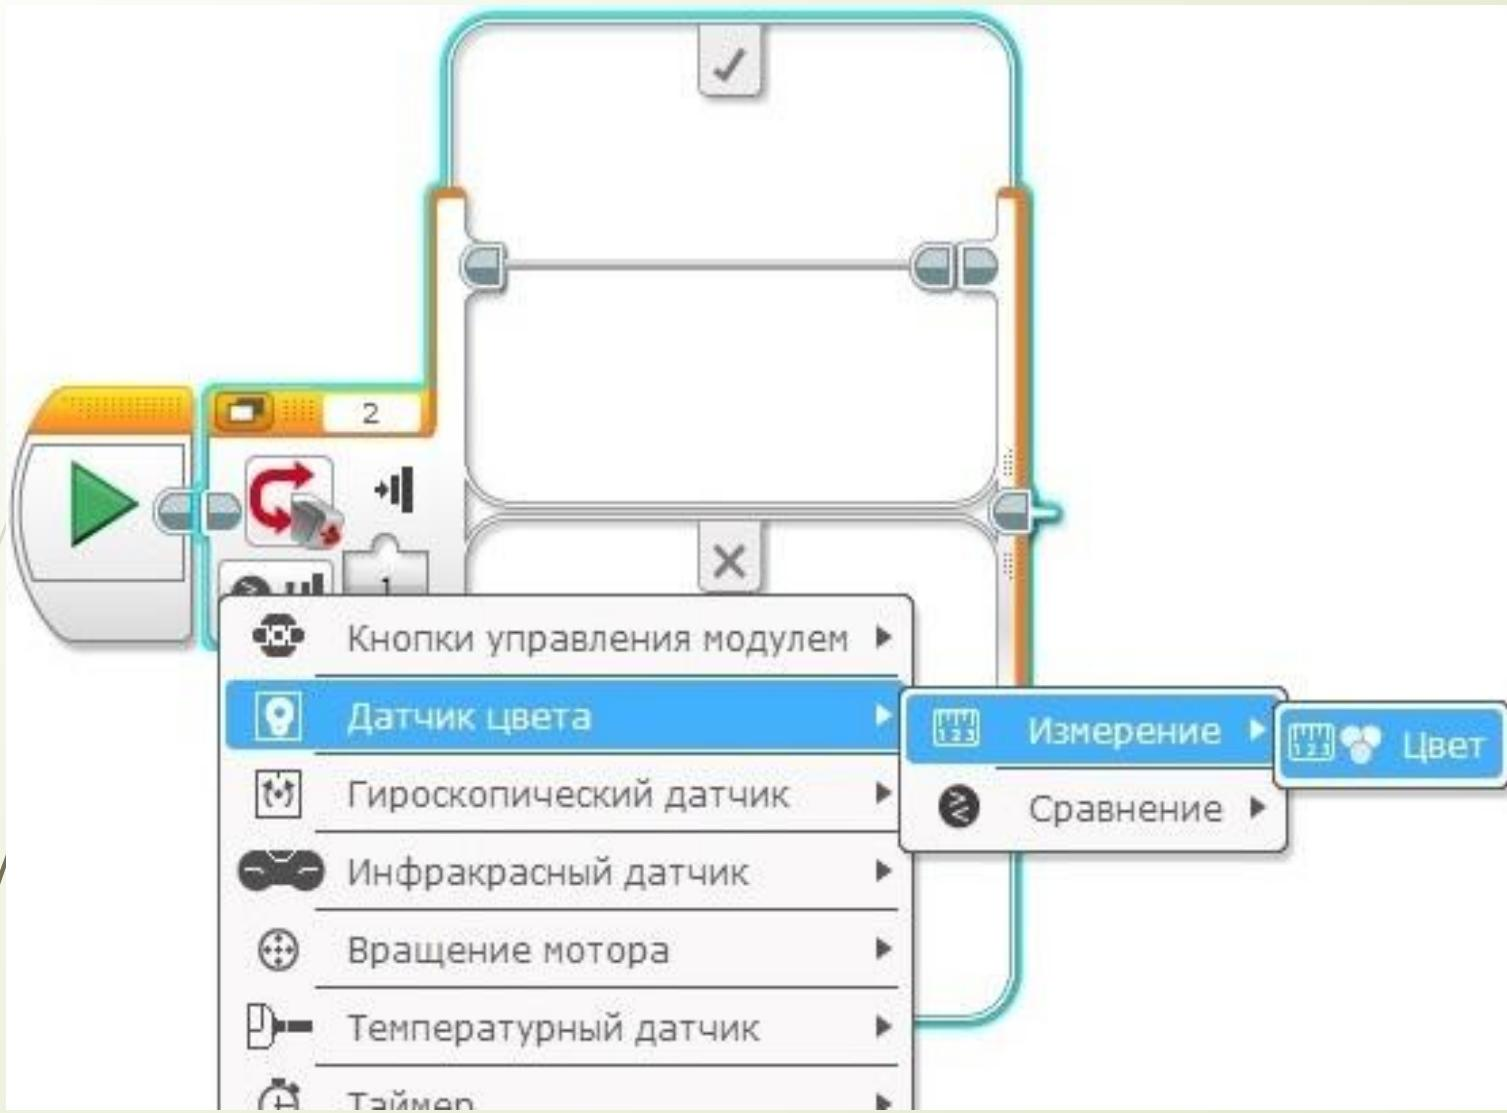

Рис. 1
- Создадим новую программу "**lesson-C**", установим в программе блок "**Переключатель**", выберем режим "**Датчик цвета**" - "**Измерение**" - "**Цвет**" (Рис. 1). В отличие от программного блока "**Ожидание**", программный блок "**Переключатель**" не ждет, пока наступит определенное событие, а проверяет текущее состояние и выполняет программные блоки, находящиеся в контейнере, сопоставленном текущему состоянию.